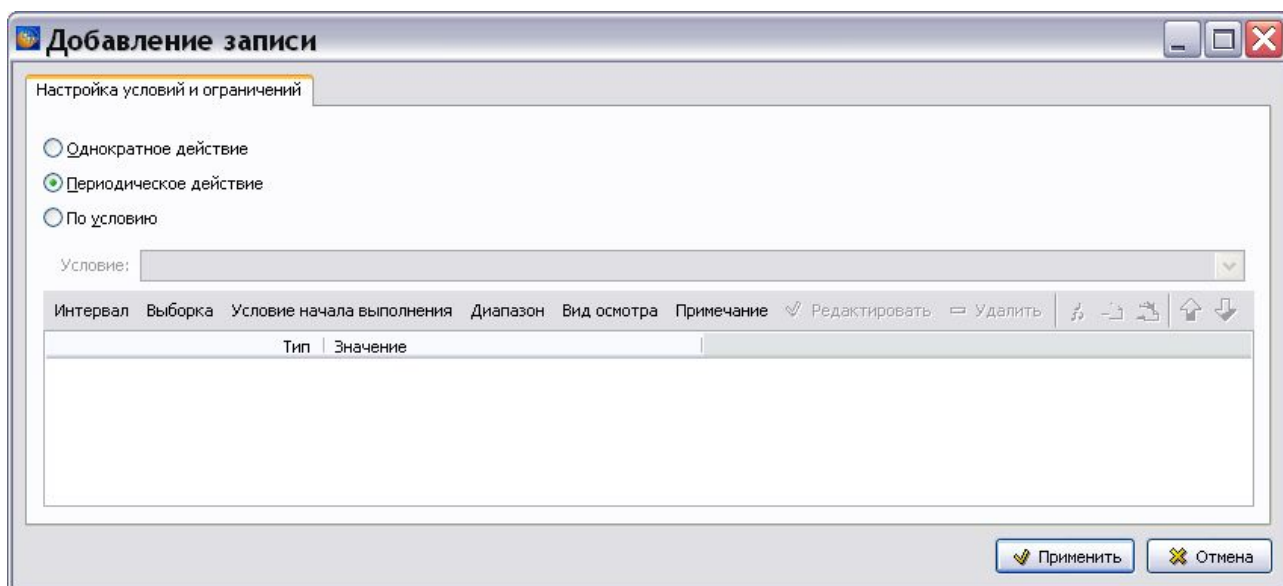

Рис. 7.75
2. Перейдите в окно **Условия проведения работ**. В его правой части нажмите на кнопку **Добавить** . При этом появится диалоговое окно **Добавление записи** с вкладкой **Настройка условий и ограничений** (Рис. 7.75).
Вид окна **Добавление записи** зависит от выбранного вида работы. По умолчанию установлено значение **Периодическое действие**. Поле **Условие** недоступно для ввода данных (Рис. 7.75).